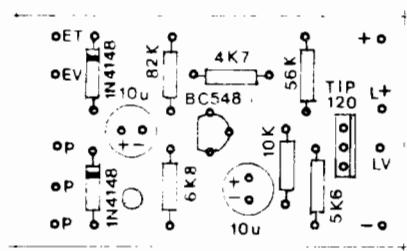

Fig. 4
- **FIG. 4** - A montagem propriamente tem sua realização visualmente "masticada" na fig. 4, que traz o